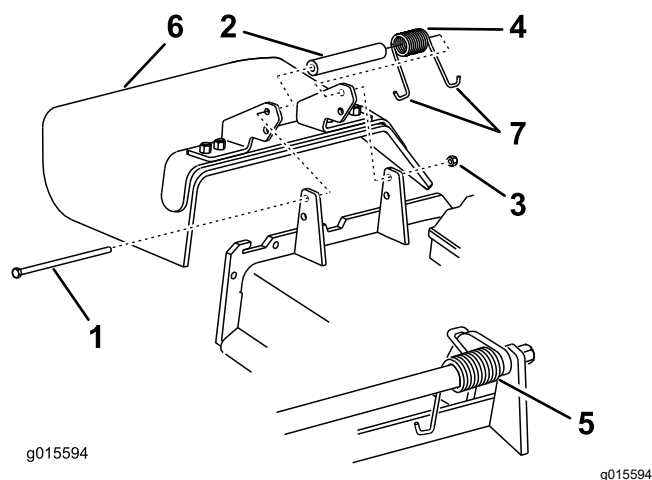

Figura 89
1. Îndepărtați contrapiula, urubul, arc și distanțierul care fixează deflectorul pe suporturile pivotante (Figura 89).
2. Îndepărtați deflectorul pentru iarbă deteriorat sau uzat (Figura 89).
Notă: Asigurați-vă că ați montat capătul în formă de J în spatele marginii punii, înainte de a monta urubul conform Figura 89.
6. Amplasati capătul în formă de J al arcului în jurul deflectorului pentru iarbă (Figura 89).